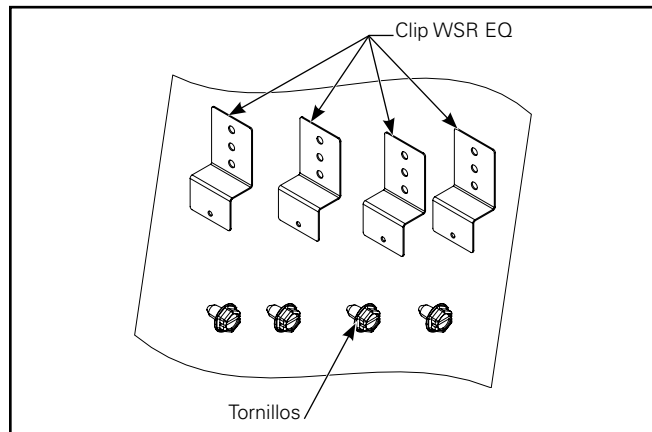

Figura 2.
3. Ensamble el clip WSR EQ con los tornillos provistos en la bolsa de polietileno (Figura 2).
- Ensamble el clip WSR EQ con los tornillos provistos en la bolsa de polietileno (Figura 2).